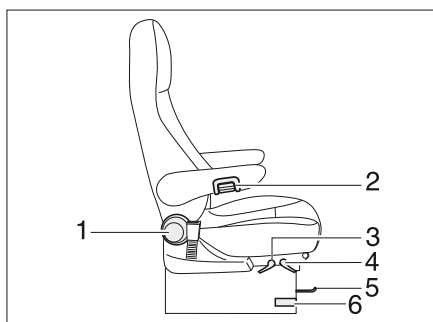

Bild 96 Förar- och passagerarstol
- Tryck och drag spaken (Bild 96,6) för att svänga stolen. Stolen lossas från låst läge.